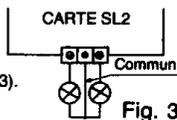

Fig. 3
- 3.C) Le bornier de cette carte comporte trois pôles, le central sera raccordé au commun (fil bleu) des deux lampes, les deux autres pôles seront raccordés à l'autre fil des lampes (Fig. 3).